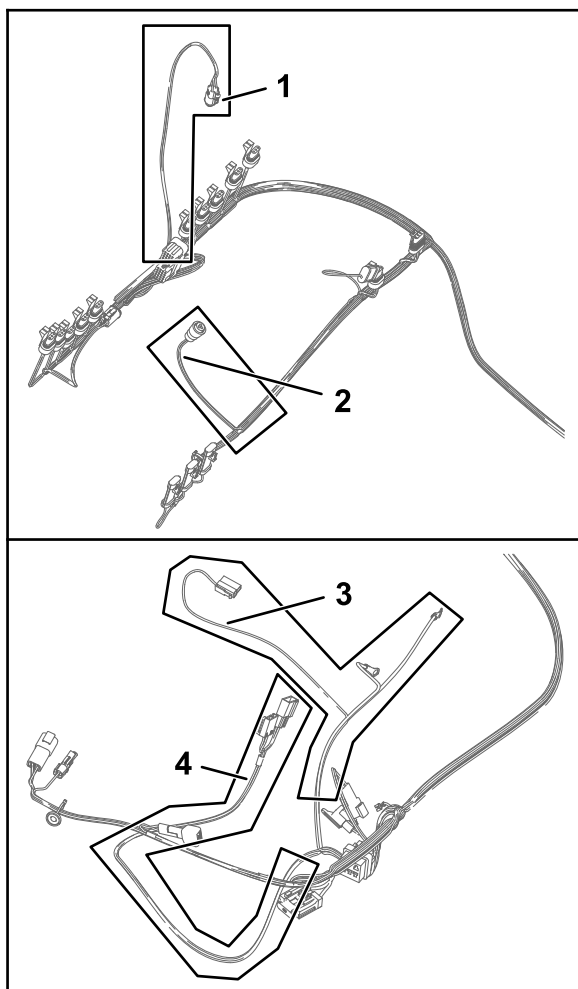

Рисунок 77
1. Найдите ответвления жгута проводов длиной 84 см, 60 см и 66 см из комплекта (Рисунок 76 и Рисунок 77).